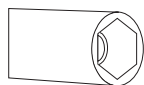

Рис. 3
1. Используйте отвертку со специальной головкой для снятия и установки насадки как показано на (рис. 3)